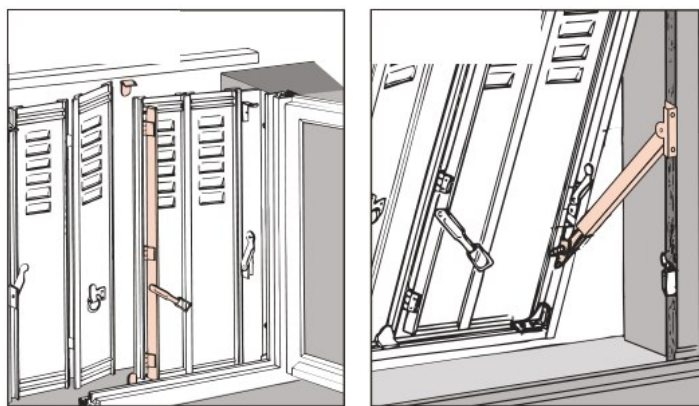

Figure 25 — À gauche, la persienne fermée, verrouillée par l'espagnolette ; à droite, la persienne projetée
- Verrouillez la persienne au centre avec l'espagnolette (figure 25, à gauche).
5. Une fois le tablier revenu à la verticale, verrouillez les bras de projection (figure 25, à droite).